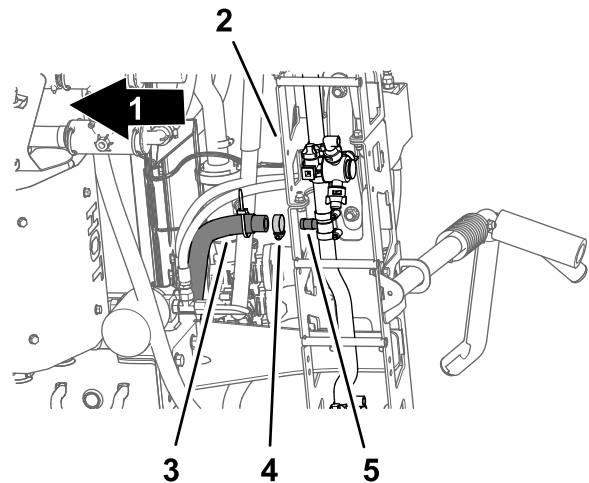

Figure 34
5. Sous la section de pulvérisation centrale, retirez le collier qui fixe le flexible d'alimentation de la section de pulvérisation centrale au raccord en T cannelé (Figure 34).